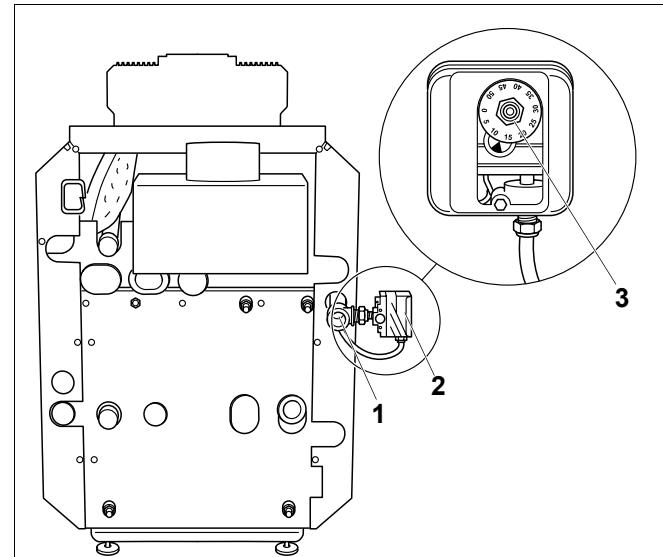

Рис. 47 Установка прибора контроля давления газа
- Установить прибор контроля давления газа (рис. 47, **поз. 2**) на газопровод непосредственно на патрубок для подключения газа (рис. 47, **поз. 1** и рис. 23, стр. 40) на отопительном котле вместе с регулировочным диском (рис. 47, **поз. 3**) так, чтобы он смотрел наверх или наружу (используя переходник).